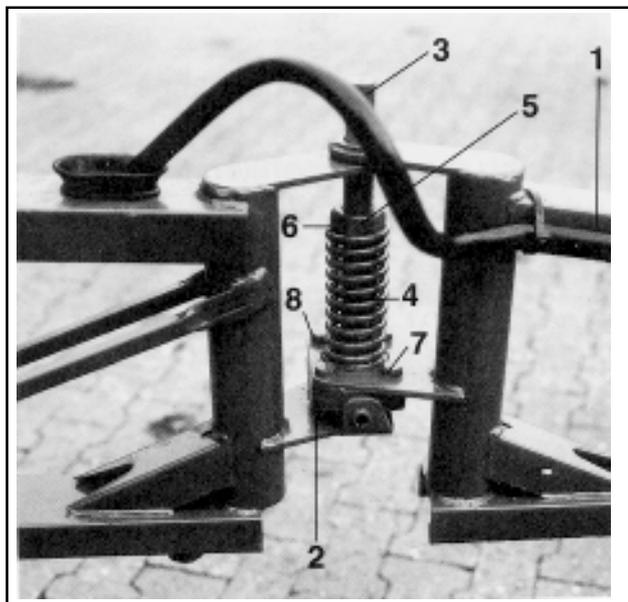

Fig. 10.4
Die Kunststoffklauen (Fig. 10.4/ 2) ermöglichen ein Ausweichen der Außenausleger bis 80° in und entgegen der Fahrtrichtung um die Gelenkachse (Fig. 10.4/ 3) - bei automatischer Rückführung in die Arbeitsstellung.
- Lösen der Schrauben (Fig. 10.4/ 8) der Befestigungslasche (Fig. 10.4/ 7). Die Ausrichtung erfolgt direkt an der Kunststoffklaue (Fig. 10.4/ 2) durch die Langlöcher der Befestigungslasche.
- Anziehen der Schrauben (Fig. 10.4/ 8).